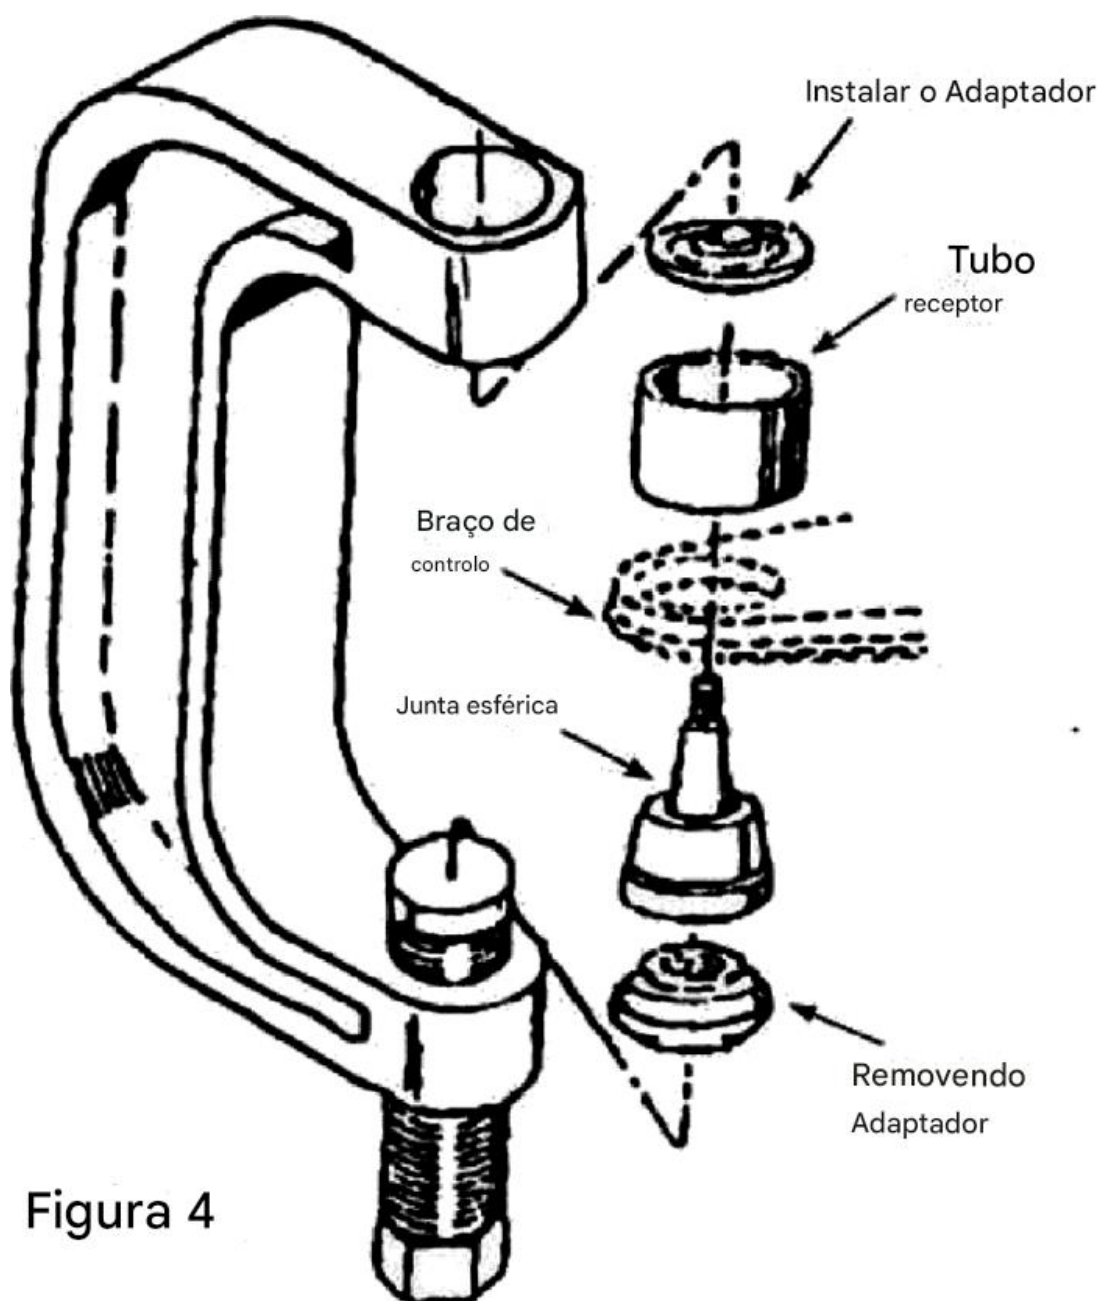

Figura 4
3. Monte o elemento de pressão da junta esférica, conforme mostrado na figura 4. Posicione o tubo de recepção e aperte o parafuso de pressão. Verifique o alinhamento de todas as ferramentas e componentes e, em seguida, continue apertando o parafuso de pressão até que a junta esférica esteja firmemente instalada.